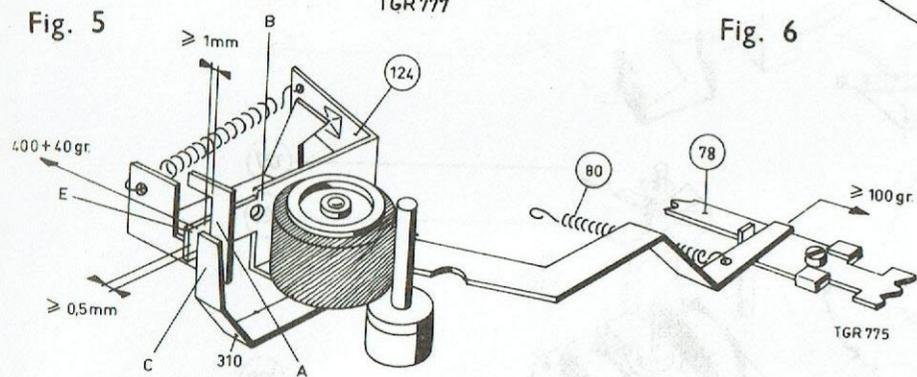

Fig. 9
Ajustage du bloc du galet presseur (figure 9)
Le ressort d'équerre d'attente pos. 80 doit encore avoir, dans la position d'arrêt, une force résiduelle de 100 g au moins, mesurée sur le point A. Remplacer le ressort, lorsque cette force est inférieure à 100 g, fig. 9.